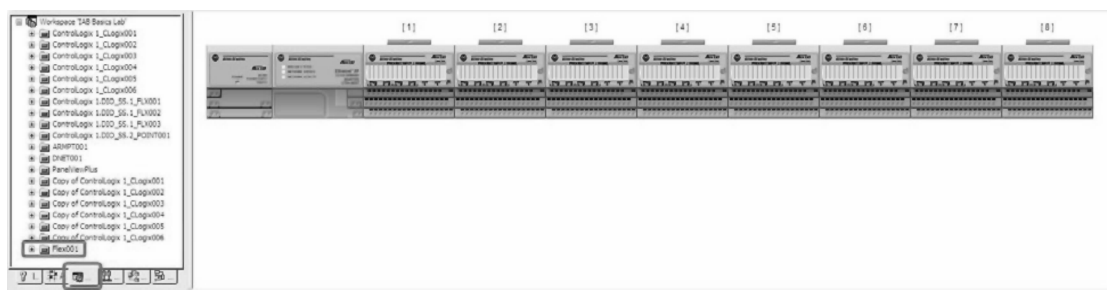

图 26-188 “硬件”选项卡
2. 要修正该错误, 请转至“硬件”(Hardware) 选项卡并选择 Flex001 项, 以显示机架视图, 如图 26-188 所示。